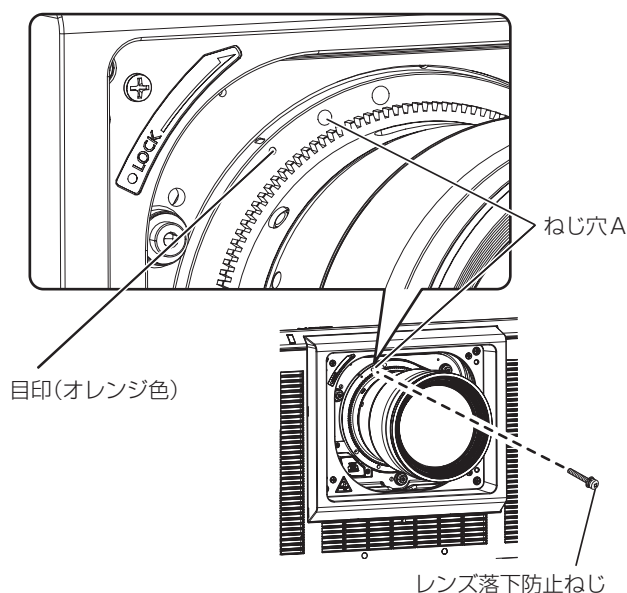

図4
4) 付属のレンズ落下防止ねじで、投写レンズを固定する（図4）